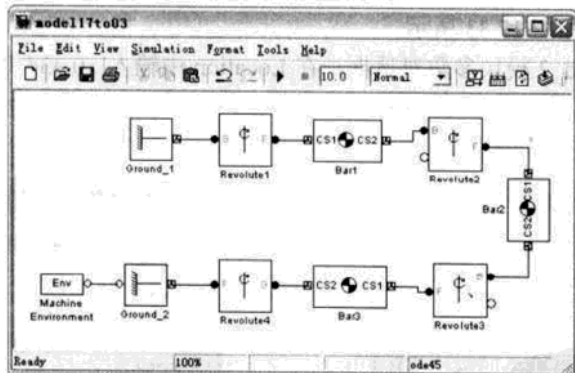

图 17.32 模型图
- (2) 数据输入。可以直接输入数据, 也可以调用 MATLAB 空间中的变量, 具体见后面两小节。
- (3) 搭建框图。在模块库中, 代开 Bodies 库, 在前面一节的基础上另外再拖放一个 Ground 模块和 3 个 Body 模块到模型窗口。然后从 Joint 库中拖放四个 Revolute 模块到模型窗口中。适当地旋转模块, 并连接各个模块, 如图 17.32 所示。